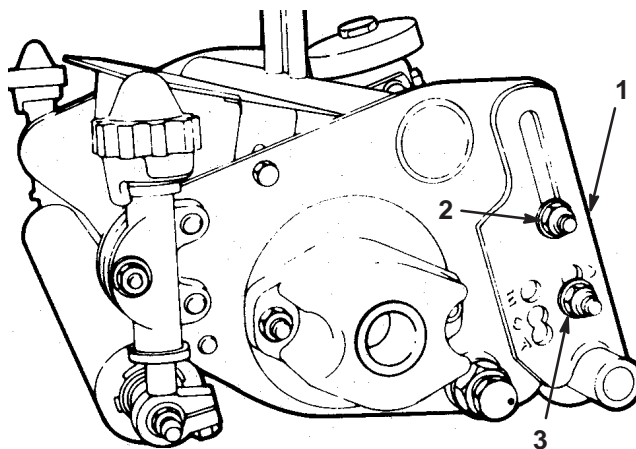

Bild 3
2. Montieren Sie die Halterungen für die hintere Schnitthöhe an der gewünschten Position. Lösen Sie die obere Kopfschraube und Mutter und nehmen Sie die untere Mutter und Schraube an der linken und rechten Seite des Mähwerks ab (Bild 3).